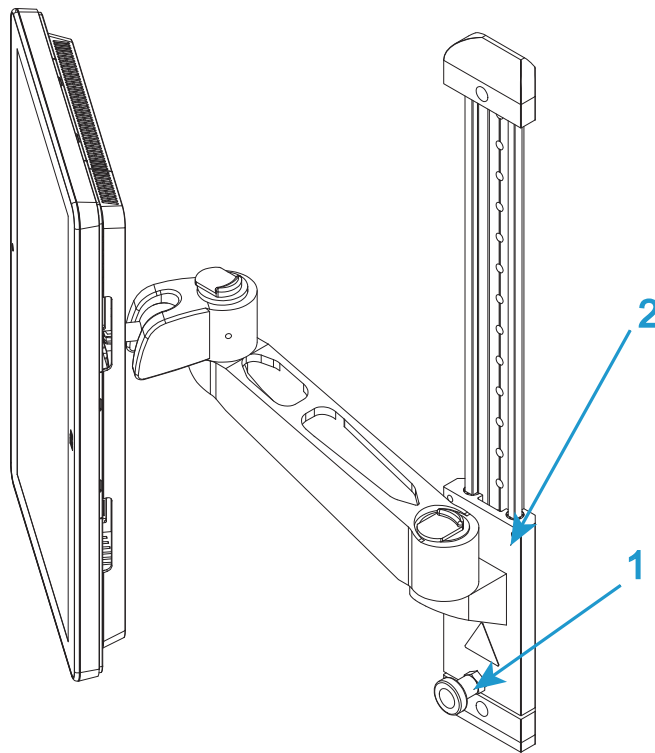

Figura 11. Ajuste de la altura
1. Puede ajustar la altura de la Panel del operador Bluehill® para acomodar a los distintos operadores. Afloje el bloqueo (1 en Figura 11 en la página 50) y deslice el brazo de montaje (2 en Figura 11 en la página 50) a la altura deseada. Vuelva a apretar el bloqueo.